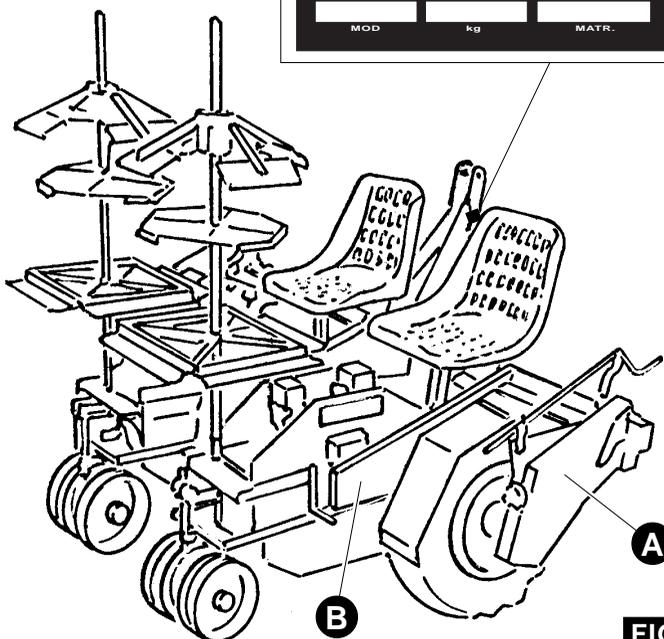

FIG. 34
- aceitar las cadenas de transmisión (fig. 34.A y 34.B);
- 31.1 - Tipo, modelo y número de matrícula indicados en la placa de identificación de la máquina (fig. 34).
- 31.5 - Los conceptos de Derecho e Izquierdo se entienden mirando la máquina desde la parte posterior (fig. 34.C).